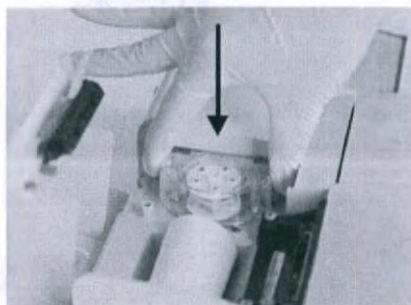

Рис. 7-16 Установка нового насоса
4. Установите новый картридж насоса, сначала повернув плоскую поверхность на вал двигателя насоса, чтобы выровнять плоскую поверхность отверстия (шпоночного паза) в ролике картриджа насоса. Нажмите на картридж, чтобы он полностью встал на корпус прибора (Рис. 7-16)